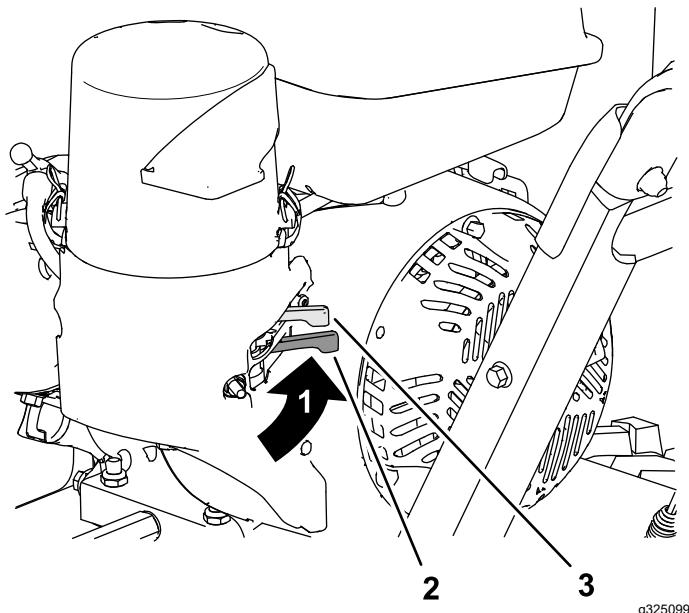

Figura 11
Mova a válvula de corte de combustível localizada por baixo do ar para a direita para ligar o combustível (Figura 11).
2. No lado esquerdo traseiro do motor, move a alavanca do ar para a esquerda para a posição LIGAR. Num motor quente, deixe a alavanca do ar na posição DESLIGAR (Figura 11).
6. Deixe o motor aquecer durante alguns minutos e, em seguida, move o ar para a posição DESLIGAR (Figura 11).
5. Utilize a válvula de corte de combustível quando não utilizar a máquina durante alguns dias, estacionar a máquina no interior de um edifício ou transportar a máquina para e do local de trabalho (Figura 11).